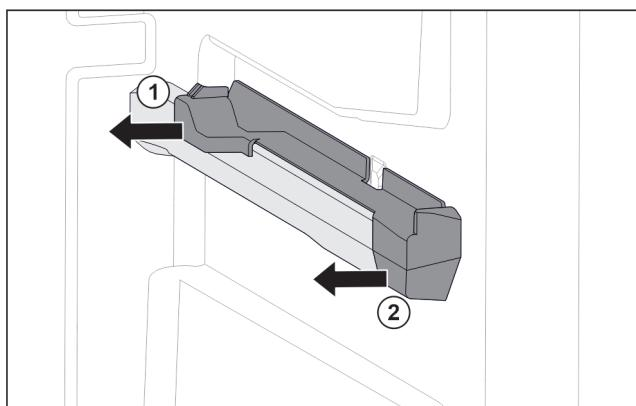

Fig. 108 Вставная часть на правом контейнерном ребре
- Отодвигните вставную часть сзади в сторону. Fig. 108 (1)
- Отодвигните вставную часть спереди в сторону. Fig. 108 (2)